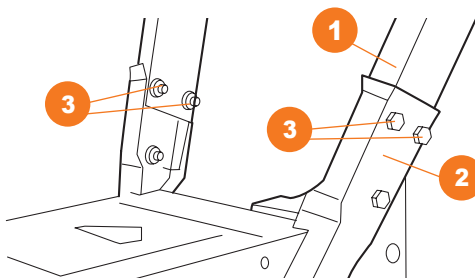

Рис. 5
- Совместите нижнюю часть **1** рукоятки панели оператора с корпусом снегоуборщика **2** и закрепите болтами и гайками **3** с каждой стороны (Рис. 5).